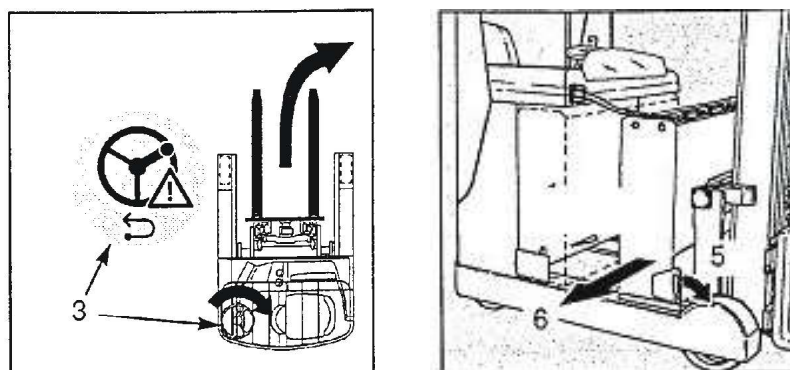

Fig. 2.19-1
- Abrir a trava de bateria. (*Fig. 2.19-1; item 5*)
- Puxar a bateria para cima do carrinho de bateria (*Fig. 2.19-1; item 6*).